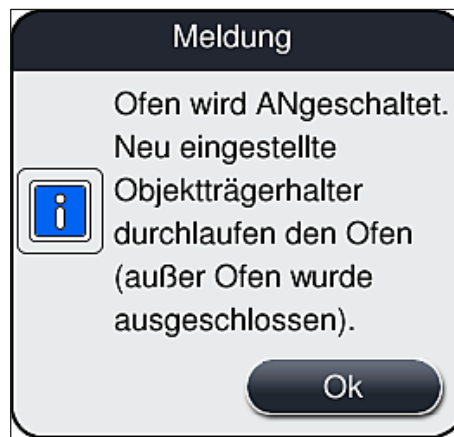

Abb. 35
3. Das Aktivieren durch Drücken der Taste **Speichern** (→ Abb. 33-5) übernehmen und die nachfolgende Meldung (→ Abb. 35) beachten und mit **Ok** bestätigen.